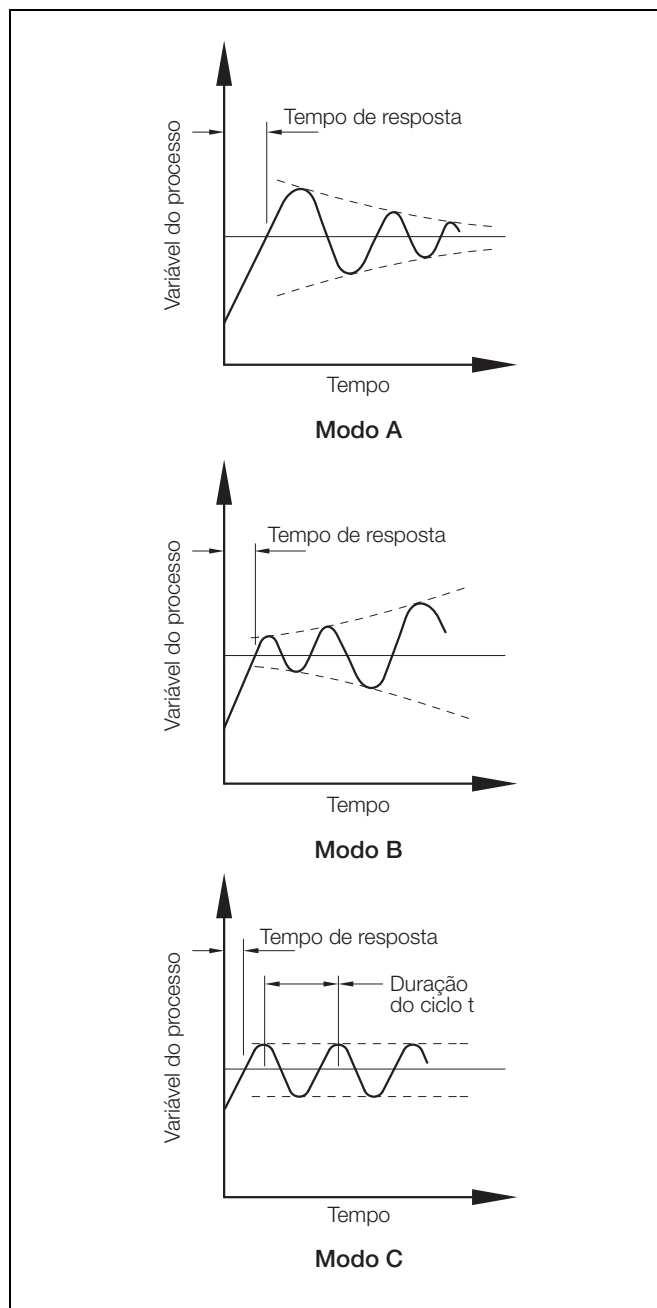

Fig. B.4 Condições de controlo
- Se o sistema apresentar uma oscilação de amplitude cada vez maior (Fig. B.4 modo B), deverá repor-se a margem proporcional para 200 %. Se a oscilação continuar como ilustrado no modo B, deverá aumentar-se a margem proporcional até o sistema deixar de oscilar.
- Se o sistema oscilar tal como ilustrado na Fig. B.4 modo A, ou não oscilar, consultar o passo 3).
4. Atente na duração do ciclo "t" (Fig. B.4 modo C) e na definição da **margem proporcional** (valor crítico).